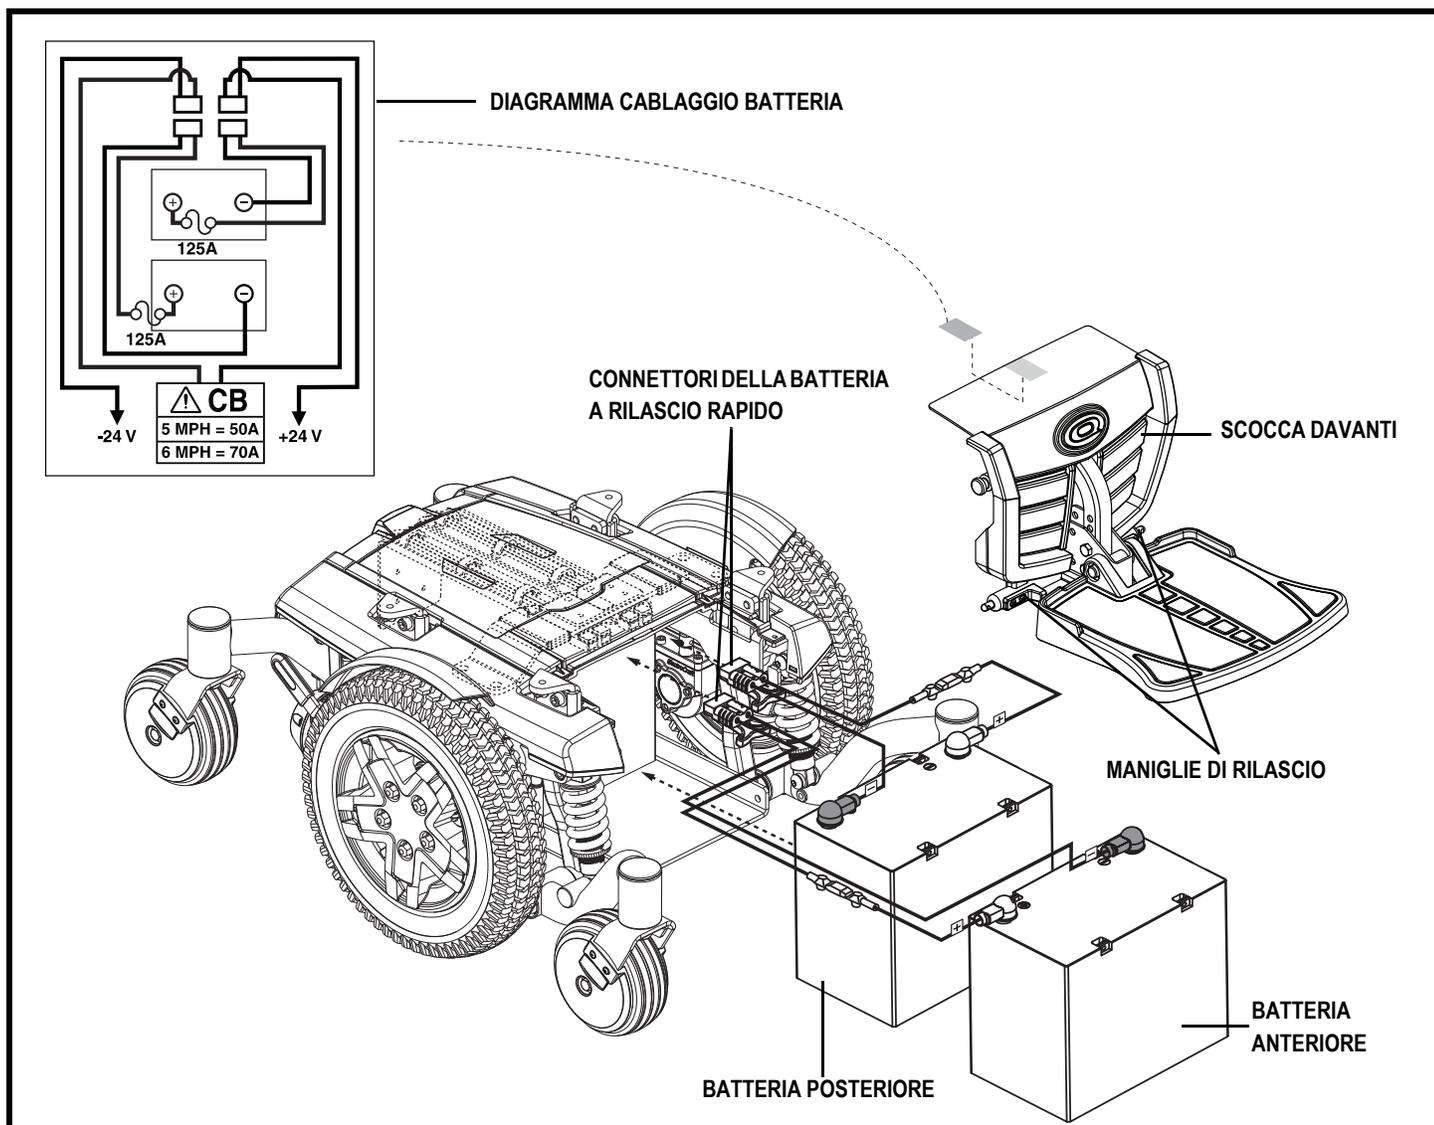

Figura 25. Installazione della batteria
3. Rimuovere il pianale per i piedi stringendo le maniglie di rilascio (vedere la figura 25) e sollevando il supporto della piattaforma verso l'alto e allontanandolo dalla base elettrica.
7. Collegare il gruppo batteria alla batteria anteriore seguendo il diagramma di cablaggio corrispondente. Vedere la figura 25.
8. Collegare il gruppo batteria alla batteria posteriore seguendo il diagramma di cablaggio corrispondente. Vedere la figura 25.